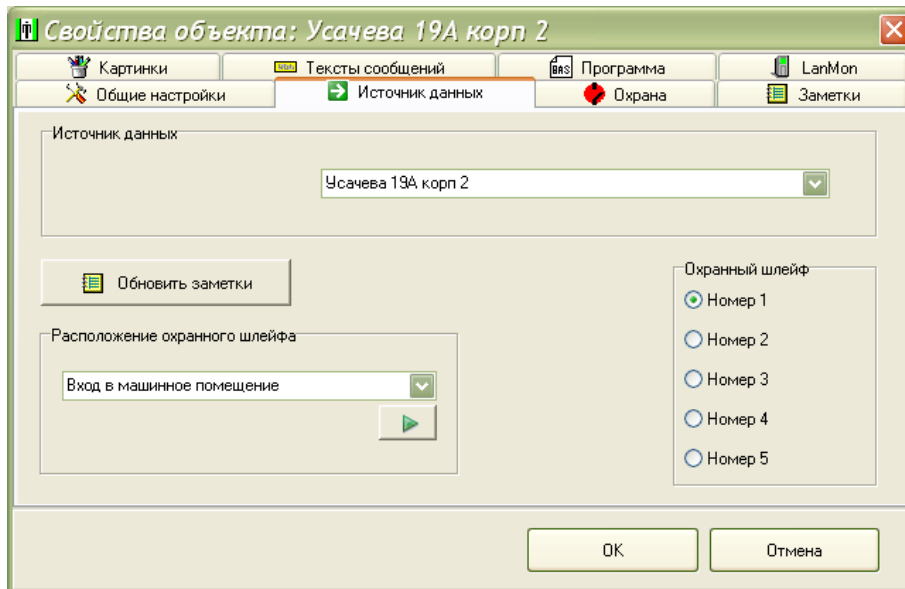

Рисунок 19
3) На вкладке «Источник данных» выбрать из списка источник данных, т.е. адрес места расположения блока БДК-3М2, БДК-4М2, БДК-2М, к которому подключен этот охранный датчик, указать номер охранного шлейфа блока и задать звуковой файл места установки датчика, например, машинное помещение, в зависимости от того, где установлен датчик (рисунок 19).